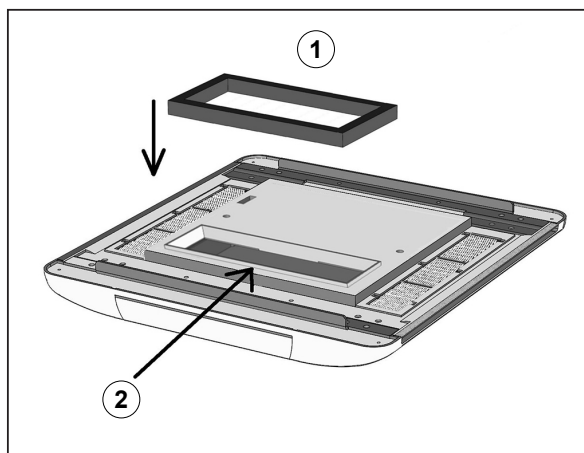

Fig. 11
Plaats de luchtverspreider horizontaal en breng de rechthoekige schuimrubberverbinding ("Fig. 11" ref. 1) op het profiel van het luchtinlaatmondstuk ("Fig. 11" ref. 2) aan. Als het dak dikker is dan 35 mm dan moet er voor een tweede verbinding gezorgd worden die over de eerste heen aangebracht moet worden.